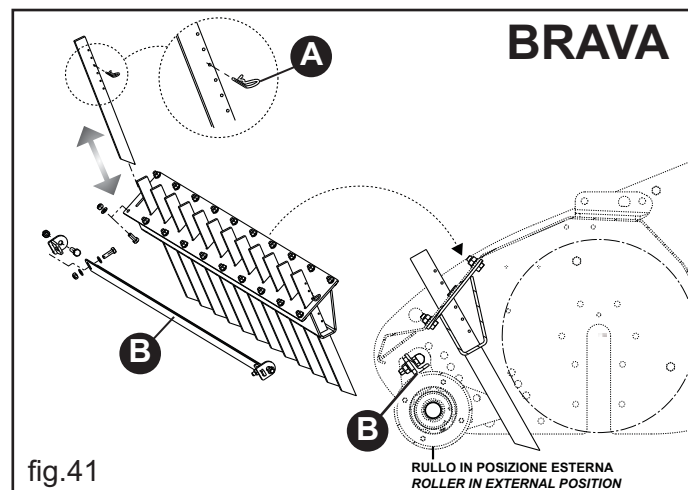

fig.41
- Liberati i fori, procedere al fissaggio del kit, assicurandolo con gli appositi dadi e viti. (Vedi fig.41). Fare attenzione nel disporre la vite con la testa verso l'interno.
- Togliere la spina di fermo (A fig.41) dal dente.
Per l'applicazione del kit denti di raccolta il rullo posteriore deve trovarsi in posizione esterna, di conseguenza è necessario montare anche il raschiafango (B fig.41).